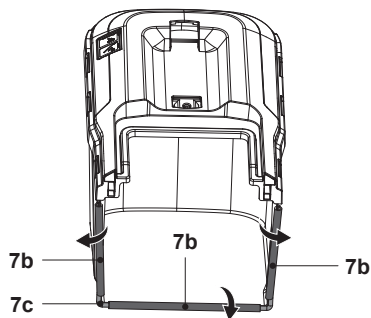

Rys. 4
- Przymocować linkę sterującą (20) dwoma zaciskami do linki (19) (rys. 4).